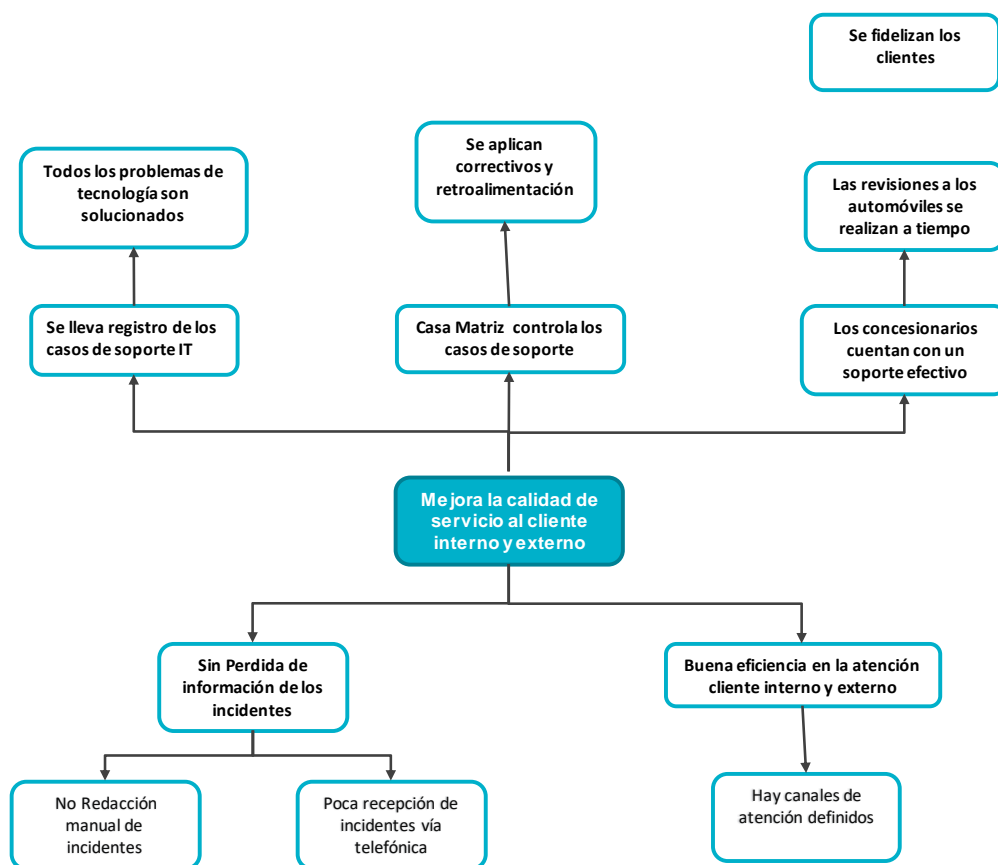

Figura 13. Análisis de Objetivos.
**4.1.3 Árbol de Objetivos.** Se establecen los siguientes objetivos a cumplirse en el actual proyecto. En la figura 13 se muestra el entorno del análisis del problema, si se encontrara solucionado.